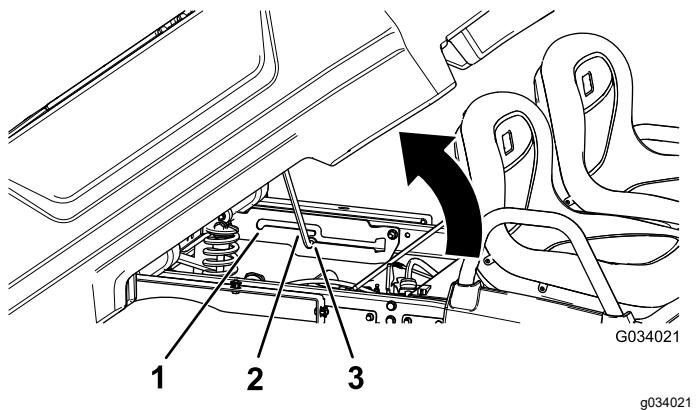

Bild 12
2. Ziehen Sie die Stützstange in den Arretierungsschlitz für die Entleeren-Stellung, um die Ladepritsche für das Entleeren zu arretieren (Bild 12).
2. Schieben Sie die Stützstange aus dem Arretierungsschlitz heraus (Bild 12).
2. Ziehen Sie die Stützstange in den Arretierungsschlitz für die Wartungsstellung, um die Ladepritsche für die Wartung zu befestigen (Bild 12).